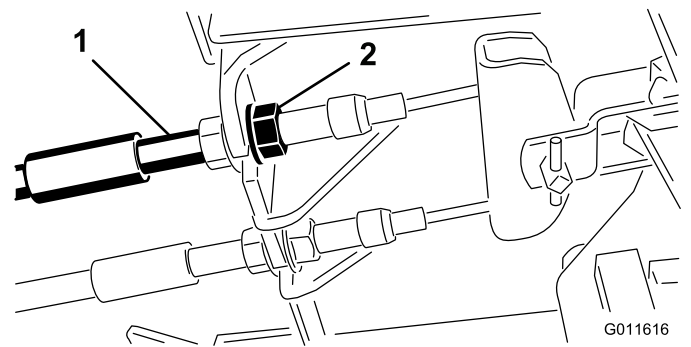

Figure 68
1. Pour réduire la garde aux pédales de frein, serrez les freins en desserrant l'écrou avant sur l'extrémité fileté du câble de frein (Figure 68).